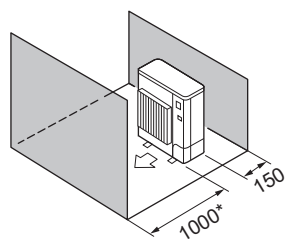

Fig. 2-11
- ⑤ Перешкоди лише спереду та ззаду (Fig. 2-11)